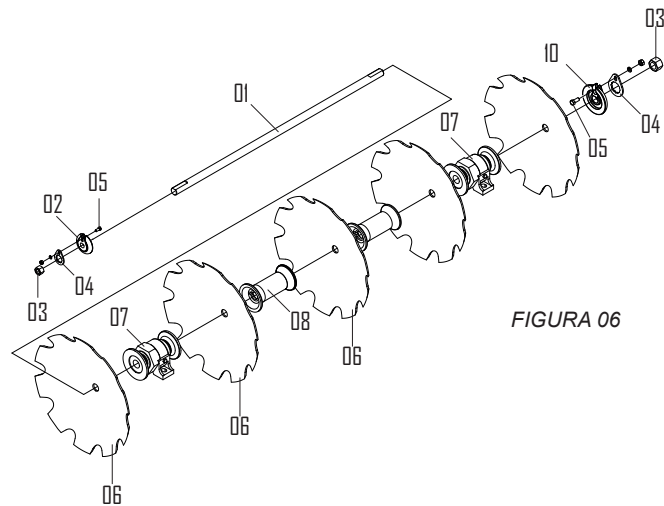

FIGURA 06
- Colocar no eixo (1) *figura 06*, a arruela convexa (2), a porca (3), a trava da porca (4), e fixe o conjunto com o parafuso (5). Observar que o eixo fique com sobra de 1 a 2 fios de rosca.
- Coloque no eixo (1) um disco (6), um mancal (7), outro disco (6), um carretel separador (8) e assim sucessivamente conforme *figura 06*.
- Quando o conjunto estiver completo, com todos os discos e carretéis separadores, colocar a arruela côncava (10), a porca (3), dando um aperto prévio com a chave até firmar todo o conjunto.
- Feito isso, calce o conjunto dos discos e apertar a porca (3) através de impactos.
- Quando estiver conseguindo o aperto máximo, ajustar a trava da porca (4) com a arruela (10), sempre apertando a porca até coincidir a furação, fixá-las através do parafuso (5) e arruelas e porcas.